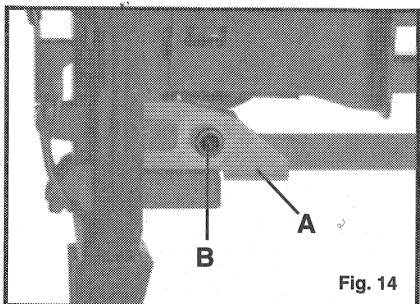

Fig. 14
El Modelo NS150 viene de la fábrica con una Guía de Grapas (A) Fig. 14, montada. La Guía está sujetada con un perno (B) Fig. 14. **Tiene que usar la Guía de Grapas cuando meta grapas con un largo menos de 1¹/₈".** **Tiene que quitar la Guía de Grapas para meter grapas con un largo de 1¹/₈" o más.**
Para quitar la Guía de Grapas: saque el perno (B) Fig. 14 y deslice la Guía de Grapas de la máquina. Guarde la Guía de Grapas y el perno para usarlos en el futuro.